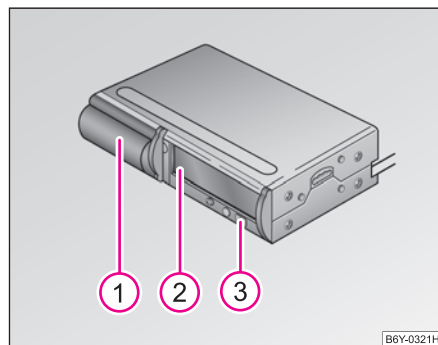

Fig. 129 Cambiador de CD
- Abrir completamente el cierre de la boca de cargador ① ⇒ fig. 129.
- Pulsar la tecla ③. El cargador ② es expulsado automáticamente.